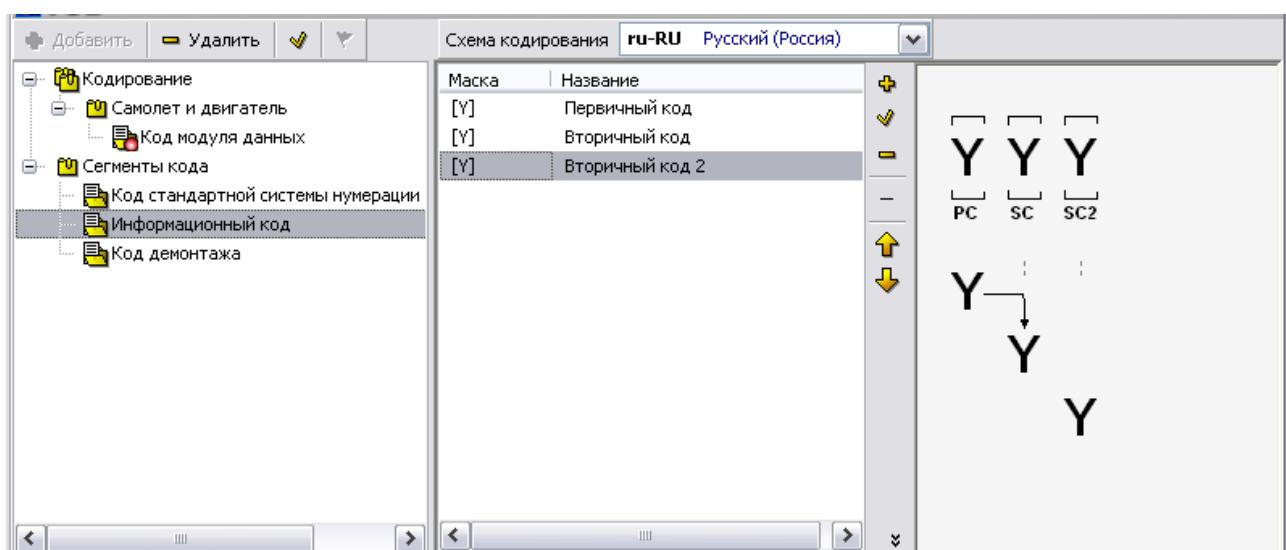

Рис. 2.39
1. На вкладке **Схема кодирования** выделите строку **Вторичный код 2** (Рис. 2.39).
2. В левом нижнем окне редактора в столбце **Условие** выделите **Новое условие** (Рис. 2.39).